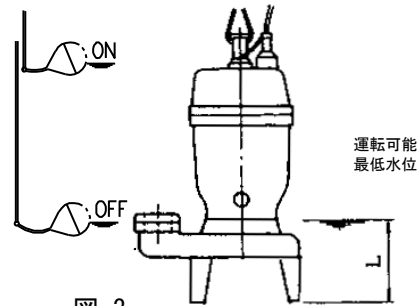

図 3
- 8) ポンプ運転水位には十分注意してください。なお運転可能な最低水位付近で10分以上の連続運転で使用しますと、電動機内蔵のオートカットが作動しますのでご注意ください。必ず自動運転装置を図3の如く設け、空運転がないように停止水位を運転可能最低水位より高く設定してください。また、始動水位はポンプが完全に水没する水位より高く設定してください。